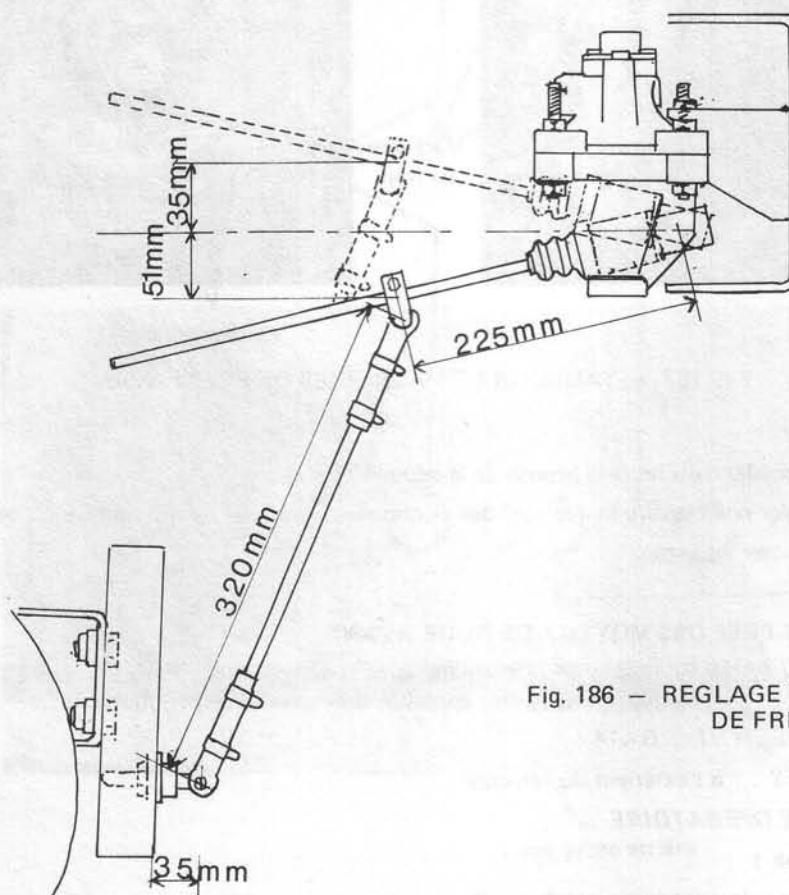

Fig. 186 — REGLAGE DU CORRECTEUR DE FREIN ARRIERE.
- vérifier avec le réglet la conformité des réglages indiqués fig. 186.